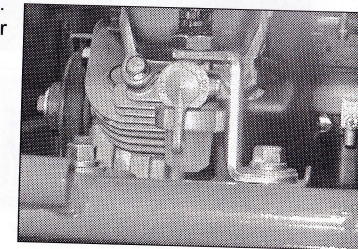

Figure 4
- Tournez le robinet d'essence sur la position "Ouvert" (figure 4).